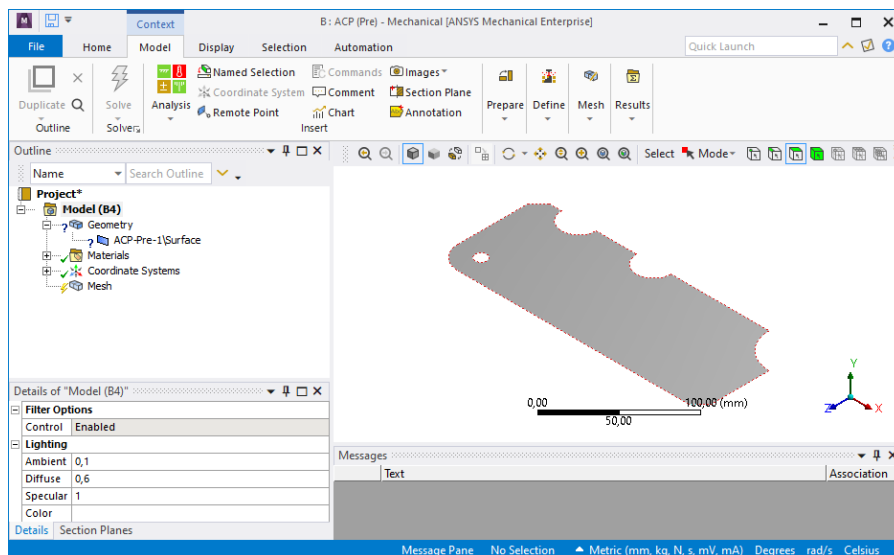

Рис. 18. Окно Model
12. В окне **ANSYS Workbench** дважды нажимаем ЛКМ на Model  Model для вызова следующего рабочего окна (рис. 18). В этом окне будет необходимо присвоить композитный материал к созданной поверхности и задать её толщину.